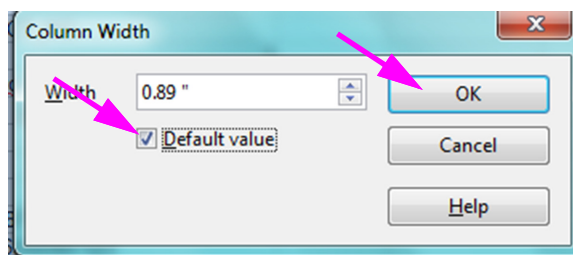

Figura D-7. Finestra di dialogo Column Width (Larghezza colonne)
10. Viene visualizzata la finestra di dialogo Column Width (Larghezza colonne). Vedere la Figura D-7.